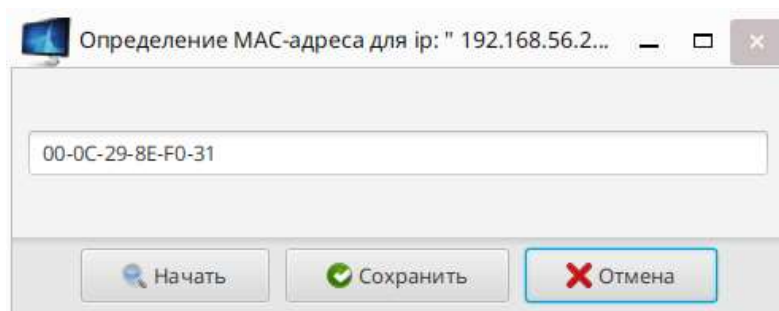

Рис. 25
6) обязательно выбрать параметр «MAC-адрес». MAC-адрес определяется автоматически по IP-адресу АРМ. Для автоматического определения MAC-адреса необходимо нажать кнопку «» поз. 4 и дождаться вывода значения MAC-адреса на экран (Рис. 25).